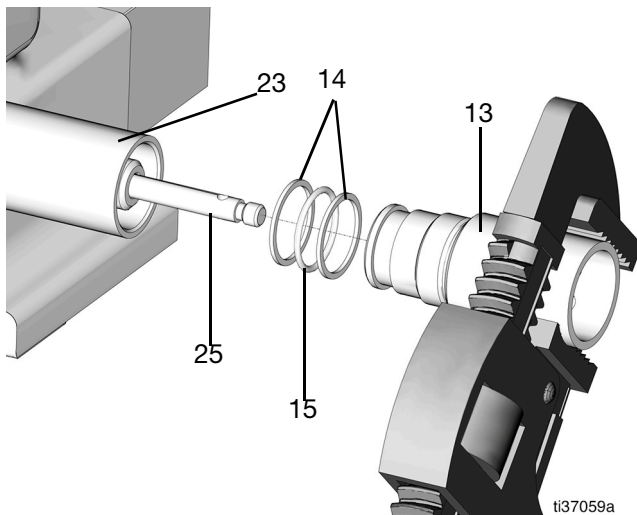

Рис. 63
20. Замените два вспомогательных кольца (14) и уплотнительное кольцо (15) лопаточной трубы (13) и смажьте небольшим количеством консистентной смазки (Рис. 63).
21. Поместите лопаточную трубу (13) в трубу нижнего блока насоса (23) и затяните (момент затяжки: 43,4 Н•м, 32 фунт-фута) (Рис. 63).